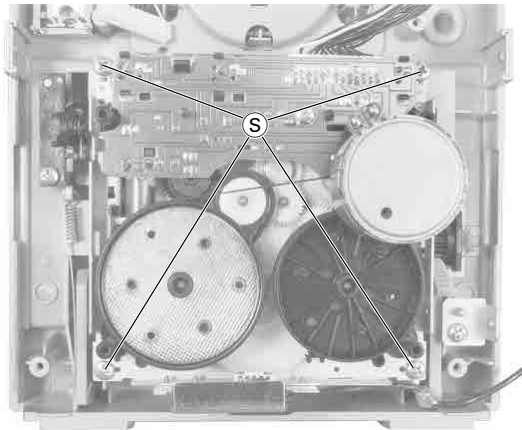

Fig. 9
- 4 Schrauben (S) (Fig. 9) herausdrehen.
- Undo 4 screws (S) (Fig. 9).